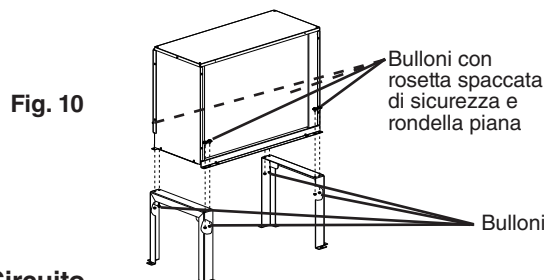

Fig. 10
- 1) Fissare i piedini al condensatore remoto utilizzando gli 8 bulloni in dotazione. Vedere Fig. 10.